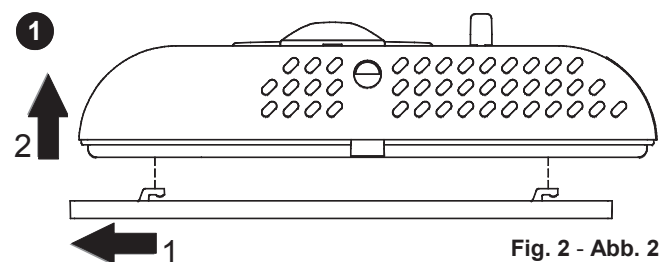

Fig. 2 - Abb. 2
- Décrocher la plaque fixée sur la base du thermostat en la poussant vers la gauche et en décrochant ainsi les ergots indiqués sur la Fig. 2.
- Lösen Sie den Raumthermostat von der Wandhalterung, wie in Abb.2 dargestellt.